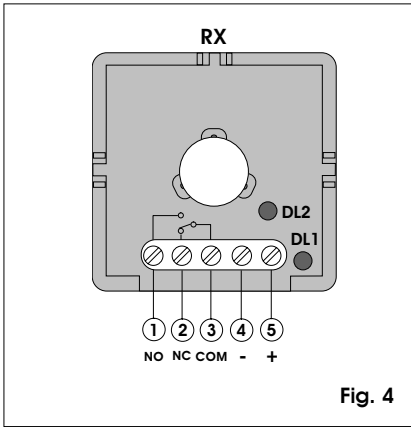
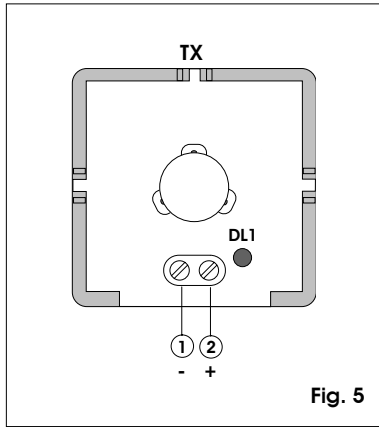

Fig. 4
Fig. 5
- Eseguire i collegamenti elettrici sulle morsettiere del Ricevitore (fig.4) e del Trasmettitore (fig.5).
- d) Alimentare la fotocellula verificando l'accensione del Led DL1 sul Ricevitore (fig.4) e sul Trasmettitore (fig.5).
- e) Allineare manualmente il Ricevitore e il Trasmettitore orientandoli in senso verticale e orizzontale, cercando la posizione in cui il Led DL2 sul Ricevitore (fig.4) inizia a lampeggiare sempre più velocemente.
- Effect the necessary electrical connections to the terminal blocks of the Receiver (fig.4) and Transmitter (fig.5).
- d) Energise the photocell and check that LED DL1 is lit on both Receiver (fig.4) and Transmitter (fig.5).
- e) Align the Receiver and Transmitter manually by pointing in a vertical and horizontal direction, whilst seeking the position in which the LED DL2 on the Receiver (fig.4) begins flashing ever more rapidly.